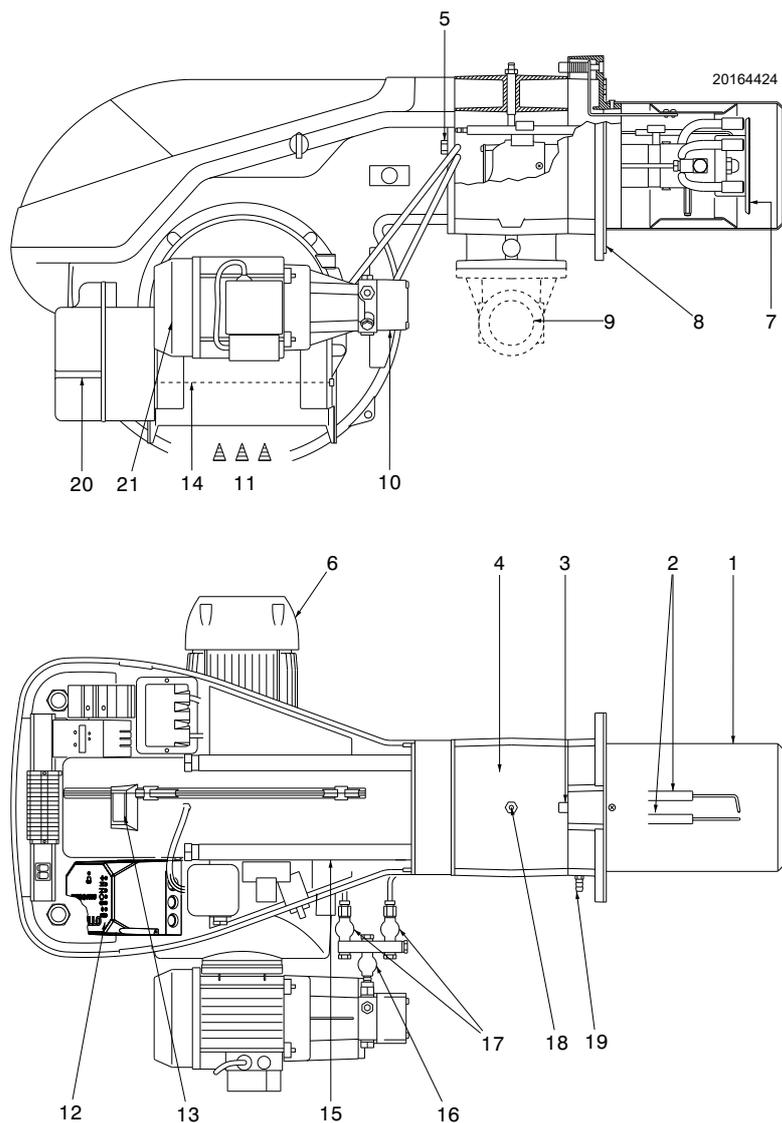

Abb. 4
- (1) Bezugsbedingungen: Raumtemperatur 20 °C - Gastemperatur 15 °C - Barometrischer Druck 1013 mbar - Höhe 0 m ü.d.M.
- (2) Druck am Anschluss 18)(Abb. 4 auf Seite 12) bei Druck Null in Brennkammer und bei maximaler Brennerleistung.
- (3) Schalldruck, im Verbrennungslabor des Herstellers bei laufendem Brenner am Prüfkessel, bei maximaler Leistung gemessen. Die Schalleistung wird mit der von der Norm EN 15036 vorgesehenen „Free Field“-Methode mit der Messgenauigkeit „Accuracy: Category 3“ gemessen, wie von der Norm EN ISO 3746 vorgeschrieben.
- (4) Stützen: kurz-lang
das Aufleuchten des Druckknopfes des Steuergerätes, 12)(Abb. 4) weist auf eine Störabschaltung des Brenners hin.